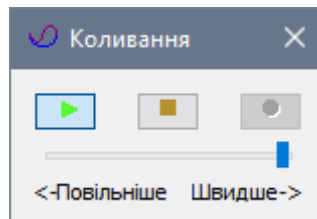

Рис. 5.27. Діалогове вікно **Коливання**
- В діалоговому вікні **Колівання** (рис. 5.27) натисніть на кнопку  – **Відтворити анімацію**.